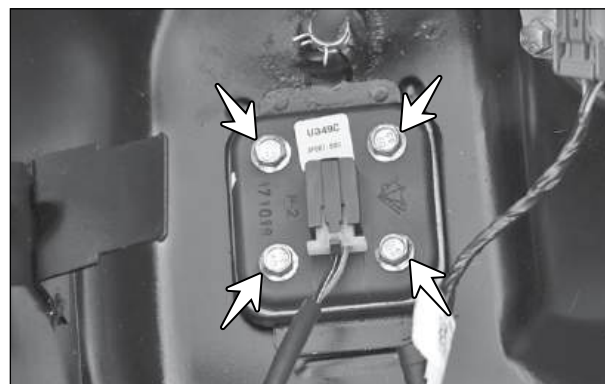

Fig. 4.4
- Remova os parafusos (M5x12) (setas) de fixação do conjunto do sensor de nível de combustível. (Fig. 4.4)